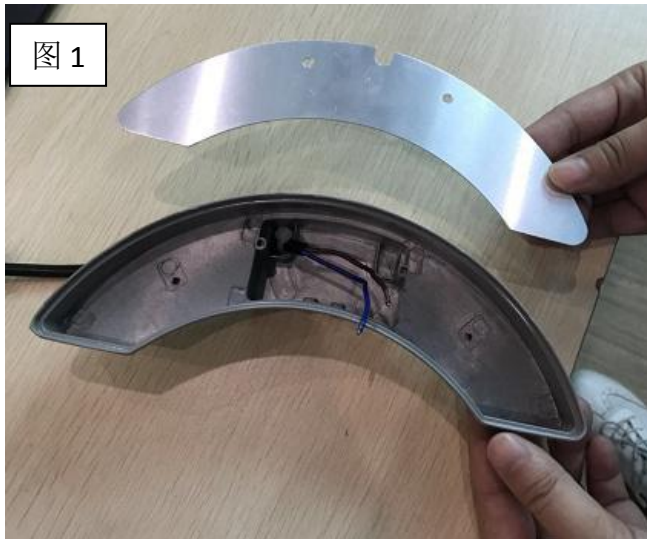
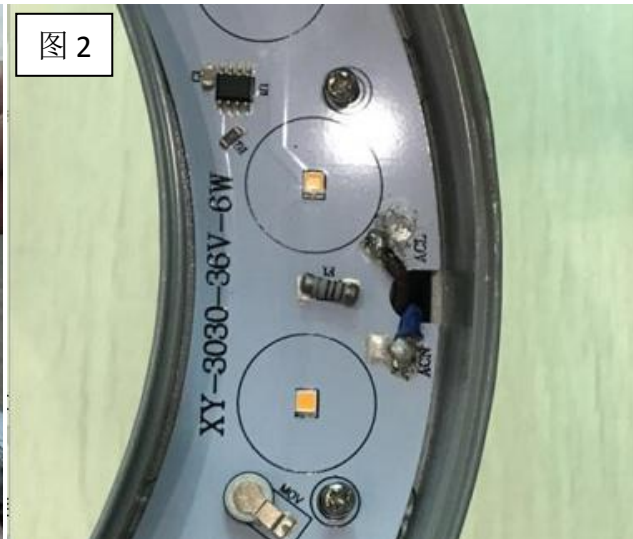

图 1
图 2
■ The assembly method of this product is as follows (FIG. 1, FIG. 2). When welding wire, it should be aligned to the outlet groove (FIG. 2).
本产品装配方式如下图（图 1，图 2），焊接线材时应对准出线槽（如图 2）；